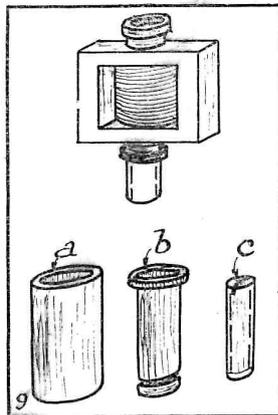

Fig. 9. — Bobines à noyau magnétique en cadre
B) *Bobine à noyau « en cadre »*. — Cette bobine a l'aspect de la figure 9. Un cadre ajouré parallélépipédique en aggloméré magnétique (Draloperm) est percé dans le sens longitudinal de deux trous ayant même axe. Le bobinage est effectué sur le mandrin *a* que l'on monte par le côté, maintenu en place par l'axe creux *b* et réglé à la valeur voulue à l'aide de la vis *c*.